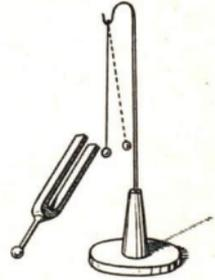
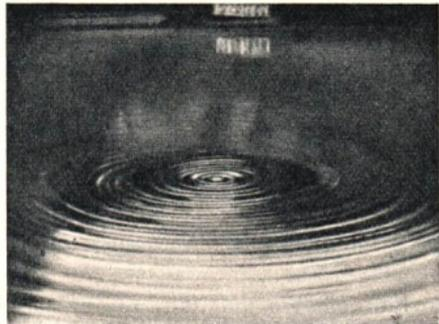

Abb. 107. Die schwingende Stimmgabel stößt eine Glasperle fort.
Abb. 109. Ausbreitung von Wasserwellen. Die Wellen bestehen aus einander abwechselnd folgenden Wellenbergen und Wellentälern.
c) Schallwellen. Um uns den Vorgang der Schallausbreitung zu veranschaulichen, stellen wir eine Reihe von Dominosteinen hintereinander auf. Werfen wir den ersten um, so stößt er den folgenden und dieser wieder den nächsten um; der Stoß pflanzt sich durch die ganze Reihe hindurch fort. — Hält man die Zinken einer angeschlagenen Stimmgabel gegen eine an einem Faden befestigte Glasperle, so schleudern sie die Perle fort (Abb. 107). In gleicher Weise werden die die Stimmgabel umgebenden Luftteilchen durch die Zinken beiseite gestoßen. Nicht anders ist es bei einer tönenden Glocke, die mit ihren Schwingungen die benachbarten ruhenden Luftteilchen trifft und sie zusammenschiebt, sie verdichtet. Da die Luft, wie alle Gase, *druckelastisch* ist, entspannt sie sich selbsttätig wieder; es tritt sogar an die Stelle des Überdruckes vorübergehend ein Unterdruck. Es kommt abwechselnd zu *Luftverdichtungen* und *Luftverdünnungen*, die die Schallquelle kugelförmig umgeben. Sie bleiben nicht auf die nächste Umgebung der Schallquelle beschränkt, sondern übertragen sich auf den übrigen Luftraum und breiten sich wellenartig nach allen Richtungen in der Luft aus. Es entstehen die sogenannten *Schallwellen*. Sie sind an sich nicht sichtbar; in Abb. 108 sind die Schallwellen, die sich um eine tönende Glocke ausbreiten, durch helle und dunkle Kreise bildlich dargestellt. Wir können sie mit *Wasserwellen* vergleichen, die im ruhenden Wasser entstehen, wenn wir einen Stein hineinwerfen (Abb. 109). Beide Bilder 108 und 109 sind